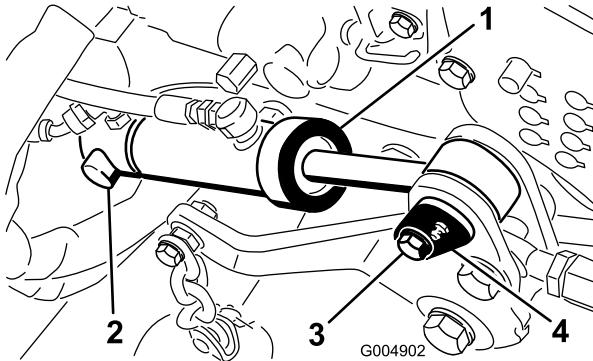

Figura 36
9. Retire el anillo de retención que sujetla el extremo trasero del cilindro de elevación de la carcasa al pasador de giro (Figura 36).
10. Retire el tornillo que sujetá el pasador de giro delantero del cilindro al bastidor de la carcasa de corte (Figura 36).